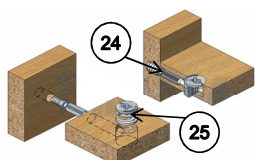

Рис.4. Схема сборки обувницы
7. Собрать обувницы согласно схемы сборки (рис.4). Планки поз.9,10 вставить в пазы и закрепить шурупами 3x16 поз.26. Фасадные стенки поз.11,12 закрепить шурупами 3,5x16 поз.27, ручки поз.31 закрепить на прилагаемых к ним шурупах.